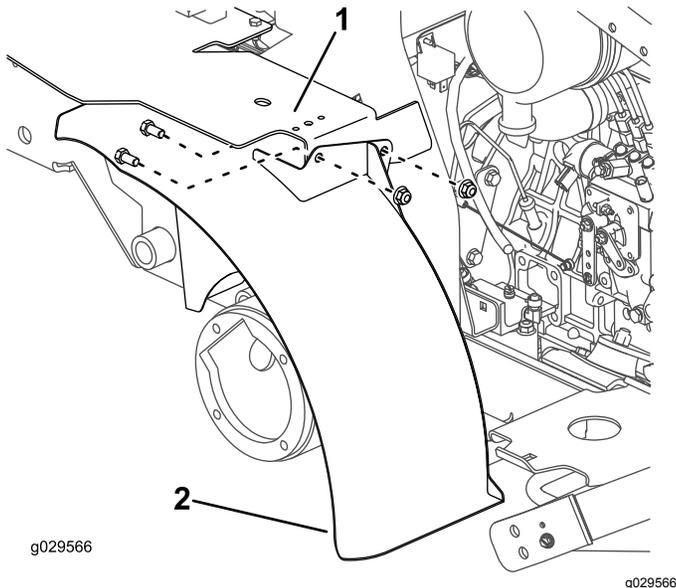

Figura 39
- Montate, senza fissarla saldamente, la staffa della parte superiore del parafrangente sinistro sulla staffa del serbatoio del carburante con 2 bulloni (3/8 x 3/4 poll.) e 2 dadi (3/8 poll.), come illustrato nella Figura 39.